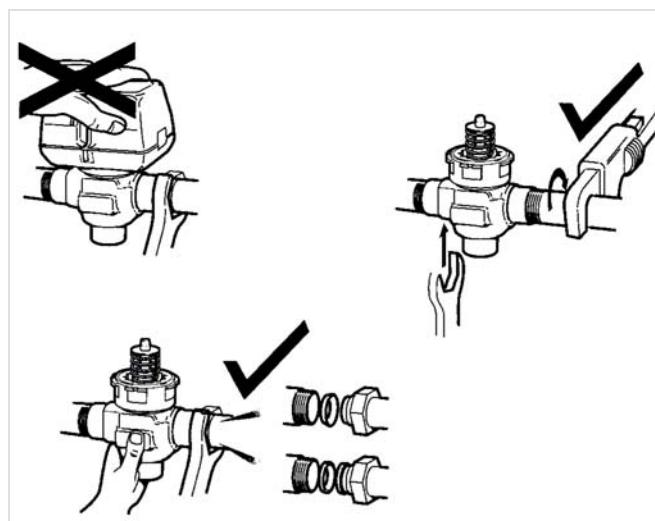

Fig. 5 Raccordement
- 3) La tête de l'actionneur est automatiquement verrouillée sur la vanne (voir figure 5). Pour le débloquer, soulever le mécanisme de verrouillage situé directement au-dessous du levier d'ouverture manuelle. Enfoncer la tête de l'actionneur vers le bas en direction du corps, avec une force manuelle modérée et tourner simultanément de 1/8 de tour (45 degrés) dans le sens inverse des aiguilles d'une montre. Soulever la tête de l'actionneur du corps de la vanne.